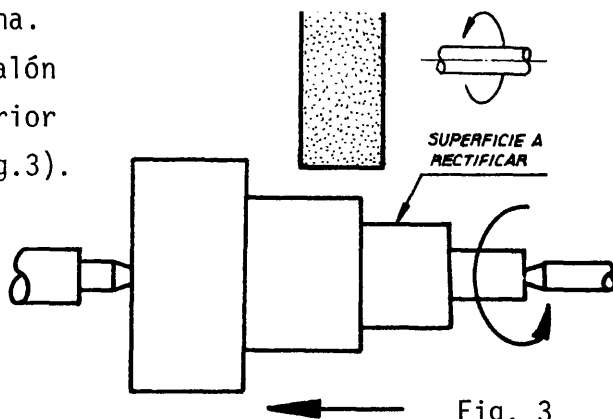

Fig. 3
- ___ b Aproxime la muela al escalón de diámetro inmediato superior al que debe rectificar (fig.3).